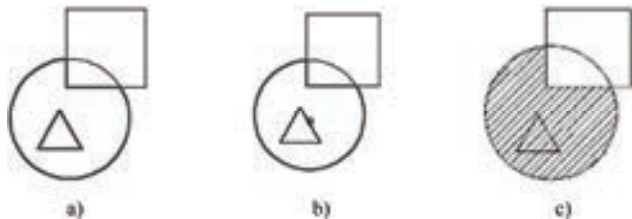

图 3-74 删除“岛”后的边界
(3) 删除边界对象 从边界定义中删除之前添加的任何对象，如图 3-74 所示。